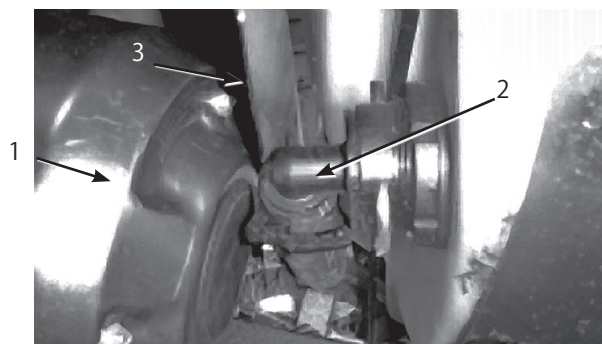

図52
3. タンクの前壁の下にあるホース (図52) を外す。
注:防熱シールド (図52) を押しのけないとカバーが取り外せない場合があります。
- タンク前面下のホース (図52) を接続する。